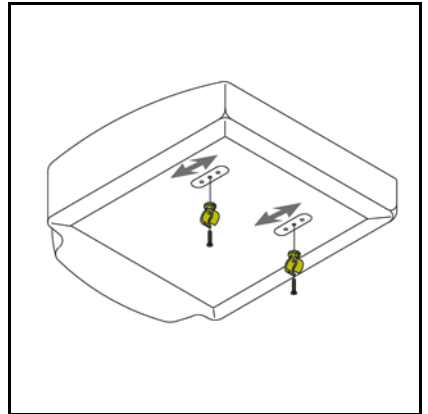

Figure 4.2
**Réglage de la profondeur d'assise par le coussin (fig. 4.2).**
2. Monter les pinces dans les trous souhaités (fig. 4.2).